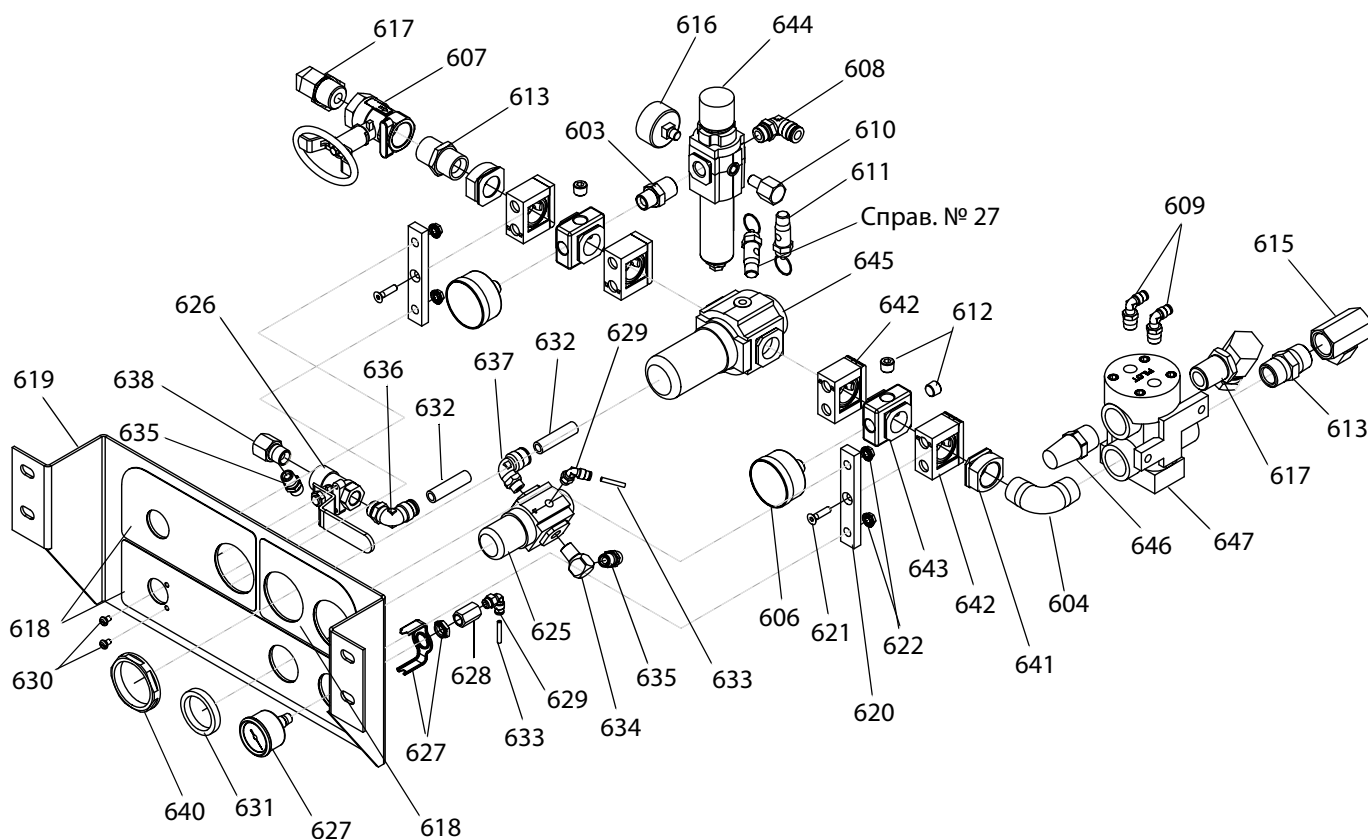

РИС. 5
3. Извлеките четыре гайки (17) из передней части блока управления подачей воздуха (18). См. стр. 35.
5. Извлеките две гайки (630) из передней части блока управления подачей воздуха (619). См. рис. 5, стр. 18.
6. Отсоедините линию подачи воздуха (632), ведущую к блоку шарового клапана (626).
5. Извлеките гайку регулятора (631) и отсоедините линии подачи воздуха (632, 633), ведущие к регулятору (625). См. рис. 5, стр. 18.